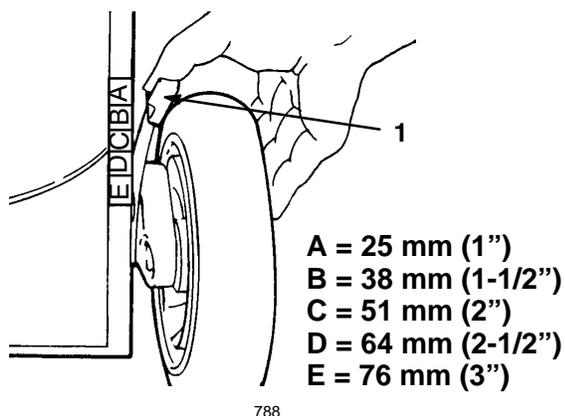

Figure 16
3. Serrer le levier de hauteur de coupe contre la roue et l'amener sur la lettre appropriée du carter de tondeuse (Fig. 16).